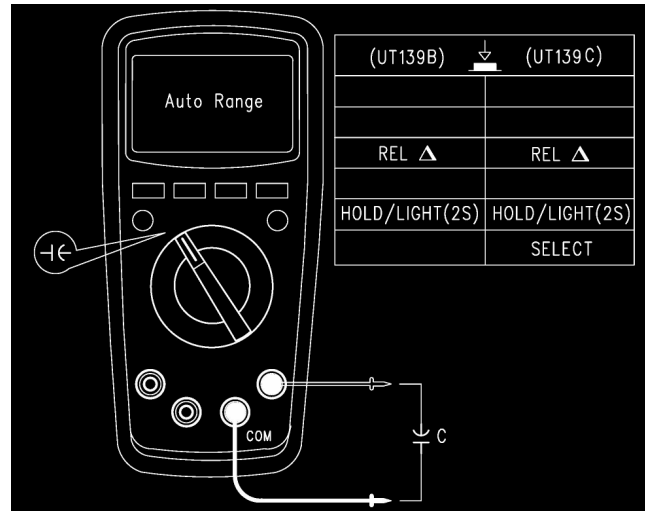

Рисунок 7
9.5. Измерение емкости (доступно только в моделях UT139B/C) (см. рисунок 7)